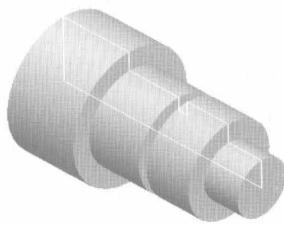

图 1-7 “制陶转盘”法
2. “制陶转盘”法 制陶转盘法以一个简单的旋转特征创建零件,如图 1-7 所示。一个单个草图表示一个切面,它包括在一个特征里完成该零件所必须的所有信息及尺寸。尽管这种方法看上去很有效,但是大量的设计信息包含在单个特征中,限制了模型的灵活性而且修改时很麻烦。